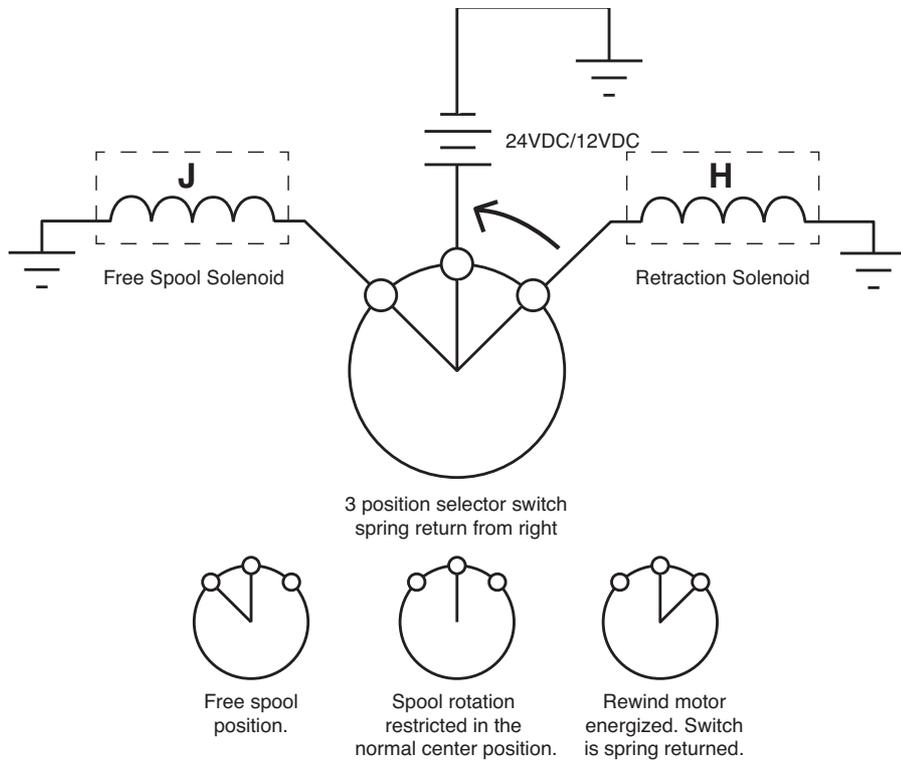
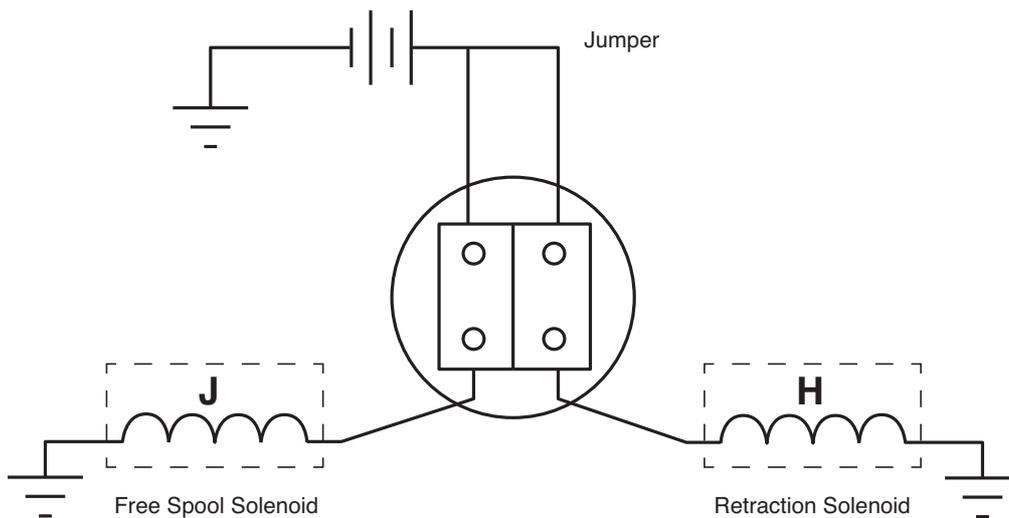

FIG. 20
FIG. 21
- a. Hydraulische Stromzufuhr und Hydraulikdruckeinlass (A) anschließen.
- b. Behälterrücklaufschlauch an Behälteröffnung (B) anschließen.
- c. Hydraulikdruckauslass (C) an richtigen Hydraulikmotoreinlass an Trommel für gewünschte Drehrichtung anschließen.
- d. Behälterrücklauf (D) an verbleibende Öffnung am Trommelmotor anschließen.
2. Kabel an Magnetspulen auf Hydraulikreglermodul entsprechend (FIG. 20 und FIG. 21) verdrahten.